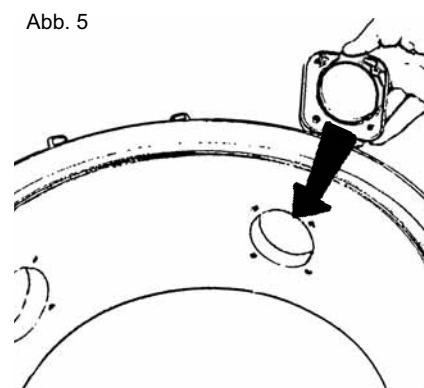

Abb. 5
4. Verlegen Sie den Ansaugrohrstutzen in die neue Öffnung. HINWEIS! Der Stutzen trägt die Kennzeichnung "Up". Stellen Sie sicher, dass der Stutzen mit "Up" nach oben angebracht wird. Befestigen Sie den Stutzen durch Einpassen und Anziehen der vier Schrauben, Abb. 5.